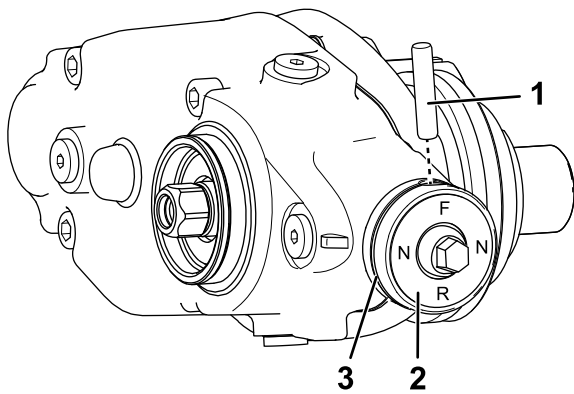

Figura 15
- A. Retire la junta tórica del pomo del embrague (Figura 15).
- B. Retire el pasador de seguridad que sujeta el pomo del embrague al eje del actuador (Figura 15).
- D. Sujete el pomo del embrague al eje del actuador con el pasador de seguridad (Figura 15).